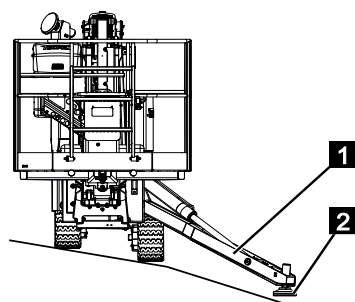

Fig. 74
2. Pour sécuriser, mettre les appuis (Fig.74/1) en aval en variante d'appui large ou étroite Régler et commander les appuis pour la sécurisation et les abaisser.
3. Veiller à ce que les disques d'appui (Fig.74/2) ne touchent pas le sol si possible.
- Respecter la différence de hauteur maximale des bords à franchir (hauteur maxi. des bords  $X = 100$  mm (Fig.74/X)).